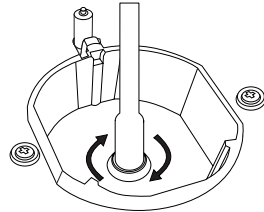

Abb. 6
4. Lösen Sie die Düse mit dem Schraubenzieher, wie in Abbildung 6 dargestellt und ersetzen Sie es mit einem Neuen.